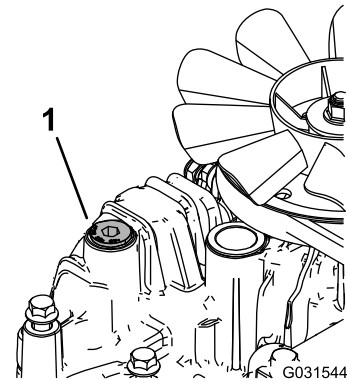

Figura 76
11. Afloje el tapón de ventilación de cada transmisión hasta que esté suelto y se mueva de un lado a otro (Figura 76).